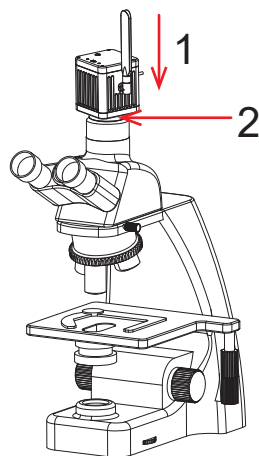

图16
(2) 把相机卡到显微镜的燕尾槽或旋入标准C接口上，方向如图16；拧紧显微镜燕尾槽上的紧固螺丝，把相机固定在显微镜上。